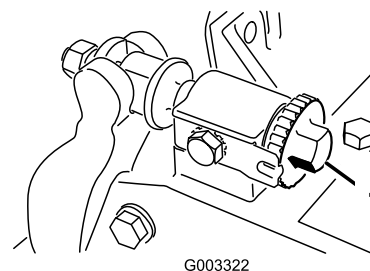

Figura 22
1. Allentate il contatto cilindro/controlama ruotando le manopole di regolazione della controlama (Figura 22) in senso antiorario finché non vi sarà più nessun contatto.